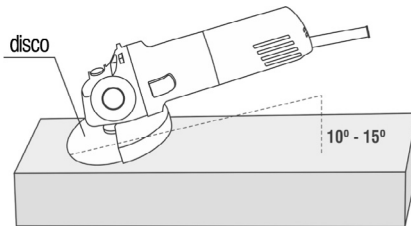

Fig. 10 – Ángulo correcto de esmerilado
4. Asegure la máquina en un ángulo de 10° a 15° en relación a la superficie a ser trabajada, Fig. 10. Si el ángulo fuera menor que el recomendado, el trabajo realizado con la herramienta será más difícil de controlar y forzará demasiado el equipo. Si el ángulo fuera mayor que el recomendado la calidad del trabajo quedará comprometida con muchas rugosidades en la superficie trabajada;